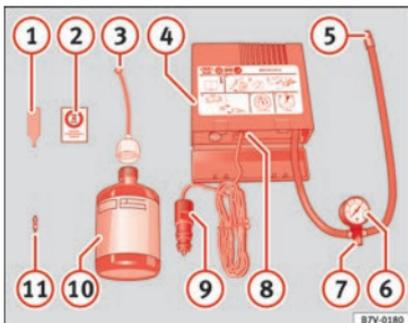

Fig. 50
- Svitare il cappuccio e l'elemento di tenuta della valvola del pneumatico. Utilizzare l'apparato »» fig. 50 ① per estrarre l'elemento di tenuta. Collocarlo su una superficie pulita.
- Agitare vigorosamente la bomboletta del sigillante per pneumatici »» fig. 50 ⑩.
- Avvitare il tubo di gonfiaggio »» fig. 50 ③ alla bomboletta del sigillante. La piombatura della bomboletta si rompe automaticamente.
- Rimuovere il tappo del tubo di riempimento »» fig. 50 ③ e avvitare l'estremità aperta dal tubo alla valvola dello pneumatico.
- Ricollocare l'elemento di tenuta con l'apparato »» fig. 50 ① nella valvola del pneumatico.
- Avvitare il tubo di gonfiaggio del pneumatico del compressore »» fig. 50 ⑤ nella valvola del pneumatico.
- Verificare che la vite di sfiato dell'aria sia chiusa »» fig. 50 ⑦.
- Collegare il connettore »» fig. 50 ⑨ a una presa elettrica a 12 V del veicolo »» »» pagina 120.
- Collegare il compressore ad aria con l'interruttore ON/OFF »» fig. 50 ⑧.